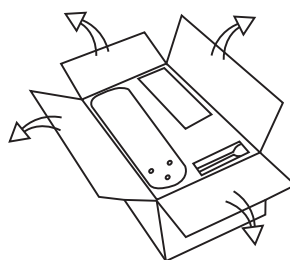

Fig. 1
- Déballiez et inspectez soigneusement pour vous assurer toutes les pièces sont incluses et non endommagées. Disposez toutes les pièces sur un espace de travail (Fig. 1).